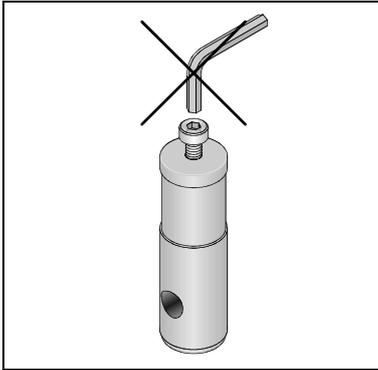

Bild 9 / Fig. 9
- Stellen Sie sicher, dass die Schraube am Anschluss P erst nach Montage des Rundmaterials oder der Kolbenstange entfernt wird (Bild 9).
- Make sure that the screw at the port P is not removed before the round material or the piston rod is mounted (Fig. 9).